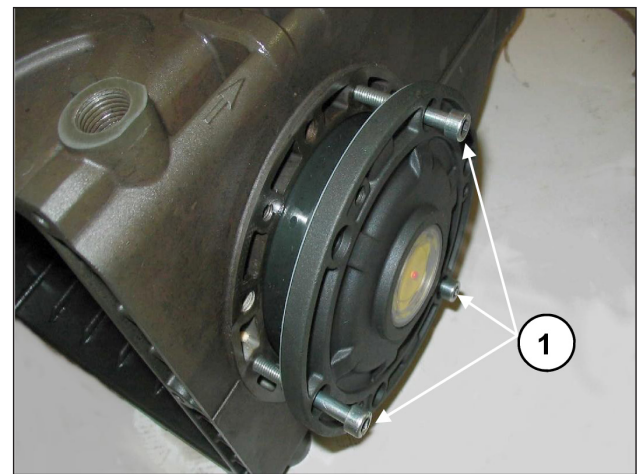
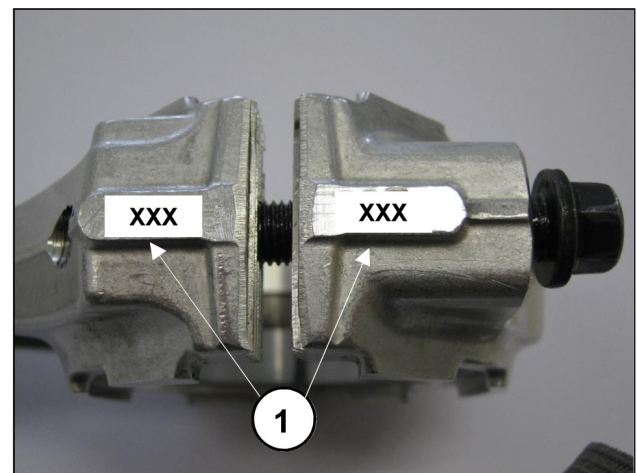

Fig. 8
Fig. 9
Per facilitare l'imbocco del primo tratto ed il relativo inserimento dei coperchi sul carter, si consiglia l'utilizzo di N° 3 viti M6 x 40 parzialmente filettate, (Fig. 8, pos. ①) per poi completare l'operazione con le viti in dotazione (M6x18).
- Accoppiare i cappelli biella ai relativi fusti facendo riferimento alla numerazione (Fig. 9, pos. ①).
Dopo aver smontato i coperchi laterali, come indicato al par. 2.1.1, togliere la ghiera esterna dei cuscinetti dai relativi coperchi e la ghiera interna con la rimanente parte del cuscinetto, dalle due estremità dell'albero tramite un normale "cacciaspine" o attrezzo equivalente come indicato nelle Fig. 8 e Fig. 9.